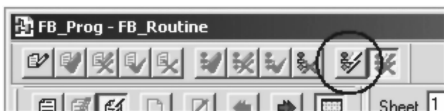

图 16-47 “测试接受的程序编辑”按钮
6. 单击“测试接受的程序编辑”(Test Accepted Program Edits)按钮,激活新例程来替换当前有效例程,如图 16-47 所示。